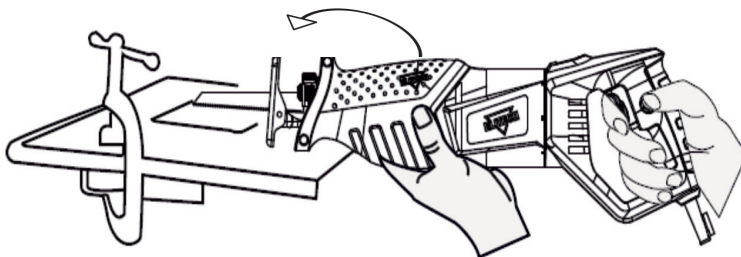

Рис. 7
1. Используйте короткое пильное полотно, (Рис. 7.)